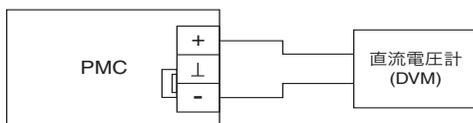

図 5-3 電圧系の校正の接続
下記の手順に従って出力電圧フルスケールを再調整してください。校正に必要な機器および環境については 41 ページの「必要な機器」を参照してください。機器の接続は図 5-3 「電圧系の校正の接続」を参照してください。
- 2 図 5-3 のように接続します。